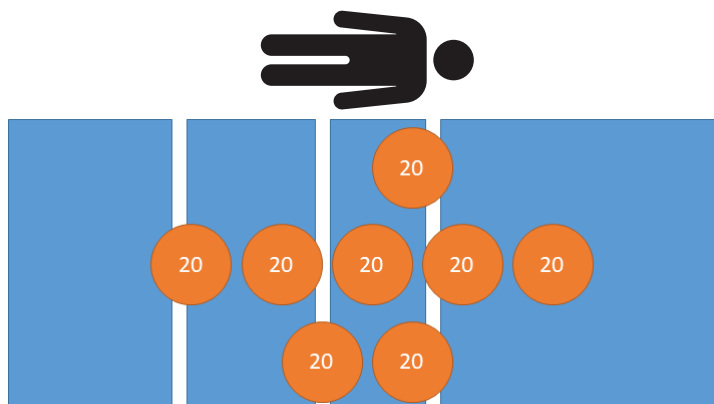

Figura 21 – Ensaio de desempenho de pesagem - 160 kg
4. Utilizando pesos calibrados, coloque 160 kg no produto (Figura 21).
8. Utilizando pesos calibrados, coloque 160 kg no produto (Figura 21).